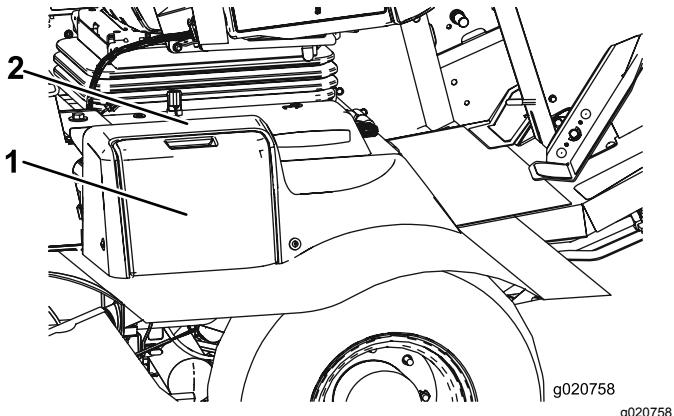

Figure 97
- Ouvrez le couvercle de la batterie sur le côté du carénage (Figure 97).
Remarque: Appuyez sur la surface plate au-dessus du couvercle de batterie pour faciliter la dépose du couvercle (Figure 97).